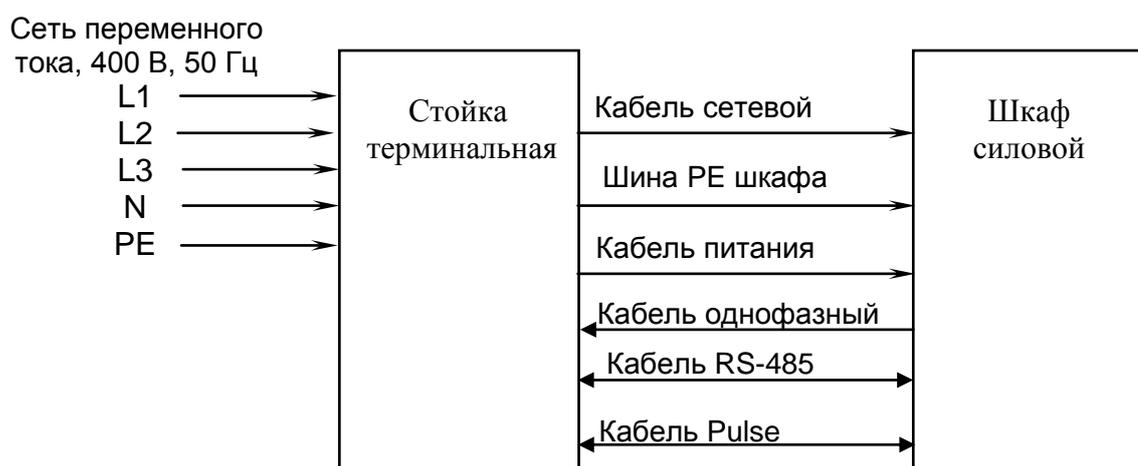

Рисунок 1
1.1.4.1 Станция ЭЗС-DC имеет вандалозащищенное исполнение и конструктивно представляет из себя комплект из шкафа силового и стойки терминальной. Стойка терминальная изготовлена из нержавеющей стали, в которой имеются окна для экрана интерфейса пользователя и считывателя RFID-карты. Шкаф силовой соединен со стойкой терминальной комплектом силовых и управляющих кабелей (рисунок 1).